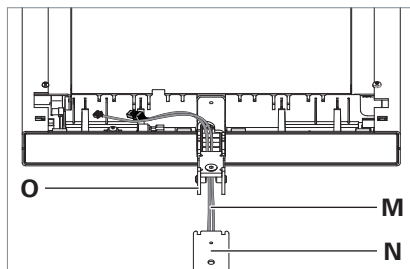

Fig. 6: Monter la tête du luminaire sur le tube porteur.
- ▶ Introduisez les câbles **M** par le bas dans le bras de support **O** sur la tête du luminaire et enfoncez le bras de support entièrement dans le tube porteur **N**, voir Fig. 6.